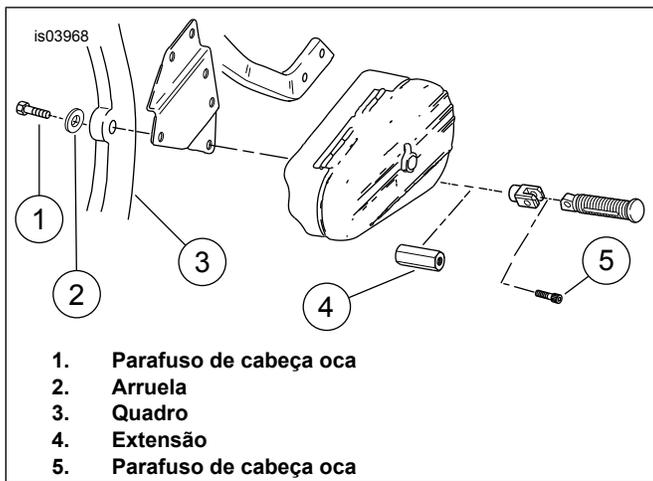

Figura 1. Kit de espaçador hexagonal
3. Veja a Figura 1. A partir do lado interno do veículo, instale o parafuso de 3/8-16 x 1-3/4 pol. (1) e a arruela (2) (use um parafuso de 3/8-16 x 2-1/4 pol. caso sejam instaladas barras dresser) através do furo no flange inferior da barra dresser (se presente), do suporte de reposicionamento do alforje (se presente) e no membro do quadro do veículo (3). Aperte o parafuso com um torque de 47,8 a 61,0 N·m (35 a 45 lb·pé).
4. Instale a extensão (4) do pedal do passageiro na extremidade do parafuso. Aperte a extensão com um torque de 47,8 a 61,0 N·m (35 a 45 lb·pé).
5. Instale o suporte do pedal do passageiro com o parafuso Allen de 3/8-16 x 1-3/4 pol. (5) ou o parafuso Allen original, na extremidade da extensão do pedal de apoio. Aperte o parafuso com um torque de 47,8 a 61,0 N·m (35 a 45 lb·pé).